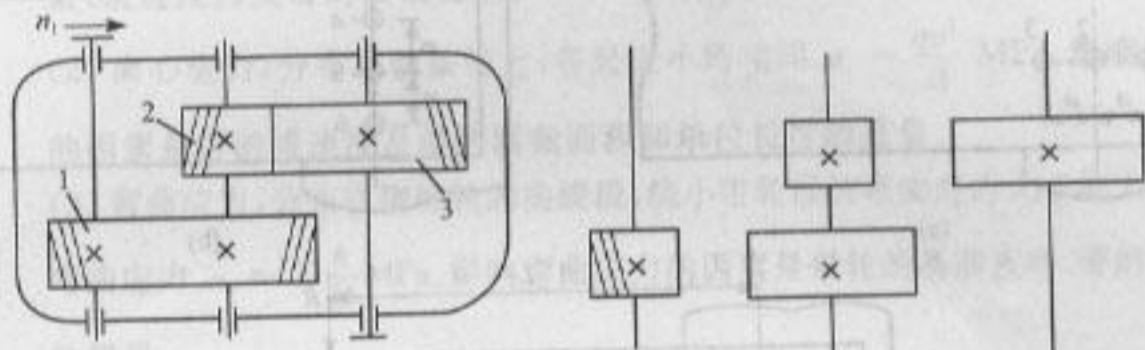

图 2
1. 两级展开式齿轮减速器如图2所示。已知主动轮1为左旋,转向 n_1 如图,为使中间轴上齿轮所受的轴向力互相抵消一部分,试在图中标出各齿轮的螺旋线方向,并在各齿轮分离体的啮合处标出齿轮的轴向力 F_a 、径向力 F_r 和圆周力 F_t 的方向(圆周力的方向用符号 \oplus 或 \otimes 表示)。